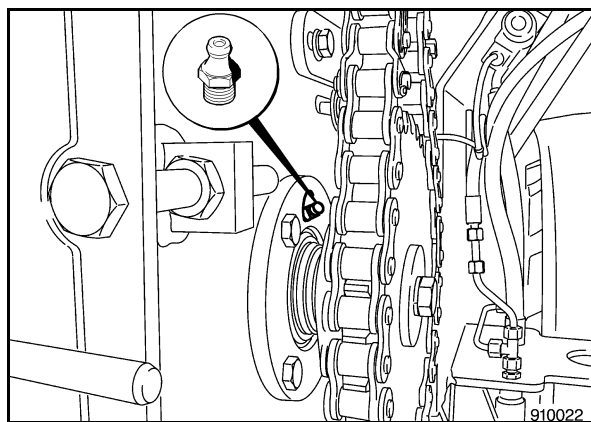

Bild 30
- Schmiernippel der Lagerung Förderbandantriebsräder (Bild 30) an der linken und rechten Seite reinigen.